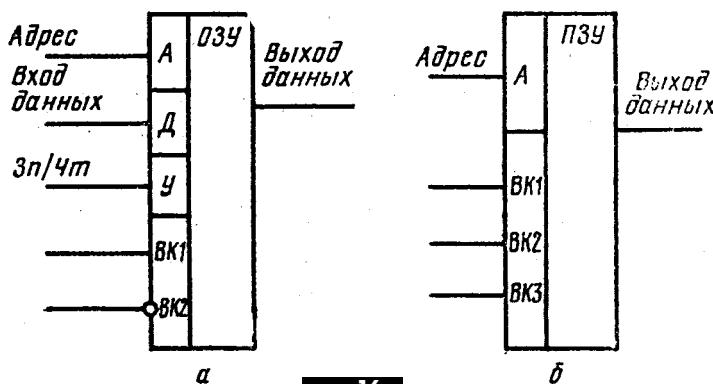

рис. 16
**Организация связи МП с памятью.** Внешние ЗУ бывают обычно двух типов: оперативные (ОЗУ), в которых хранятся данные и результаты обработки, и постоянные (ПЗУ), в которых хранятся команды программы. Состав внешних выводов ЗУ, через которые МП к ним подключается, показан на рис. 16, а для ОЗУ и на рис. 16, б для ПЗУ. В ОЗУ показаны две шины данных: входная и выходная, однако многие ОЗУ имеют двунаправленную шину данных, направление передачи данных в этом случае определяется управляющим сигналом Зп/Чт. В режиме записи эта шина работает как входная, в режиме чтения – как выходная. Имеются также входы выбора кристалла (ВК), обычно работающие по алгоритму схемы совпадения: на рис. 16, а, чтобы данный кристалл ОЗУ работал, нужно чтобы ВК1=1, а ВК2=0; на рис. 16, б требуется, чтобы ВК1=ВК2=ВК3.